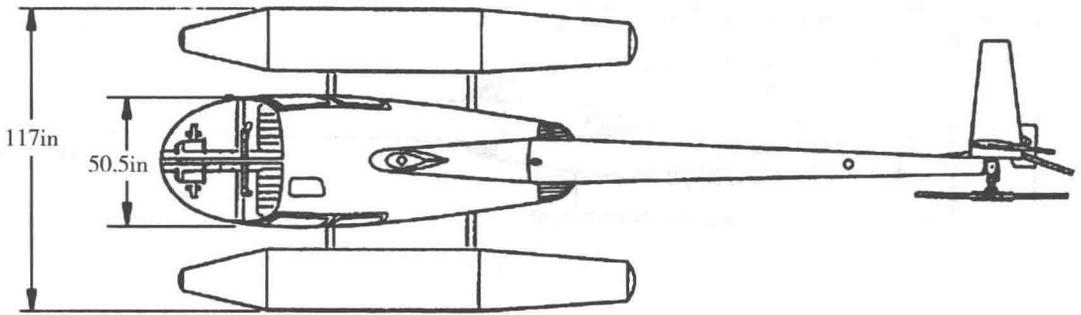
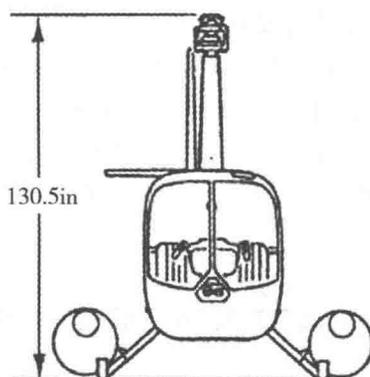

图 1-4 装浮筒的 R44 俯视图(从上向下看)
图 1-6 装浮筒的 R44 前视图(沿机头向机尾方向看)
(2) 安装了浮筒式起落架的 R44 主要用于执行近岸飞行任务,其整体尺寸图如图 1-4~图 1-6 所示。